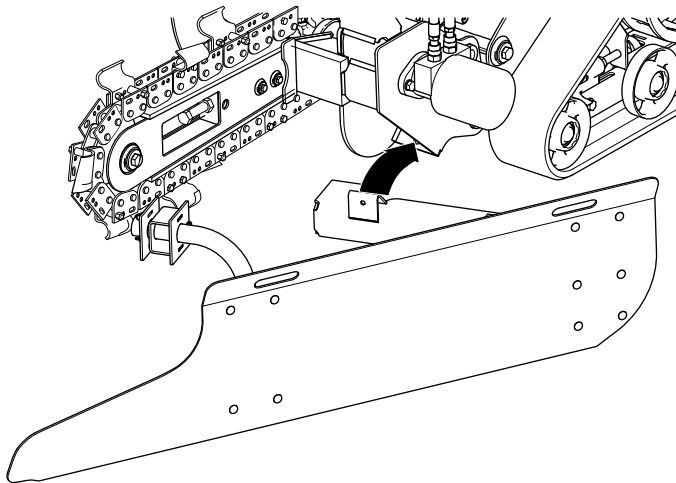

Figura 3
2. Deslice el soporte de montaje trasero de la hoja hasta la abertura de la zanjadora a la izquierda de la espada, y asíéntela en la barra transversal (Figura 3).